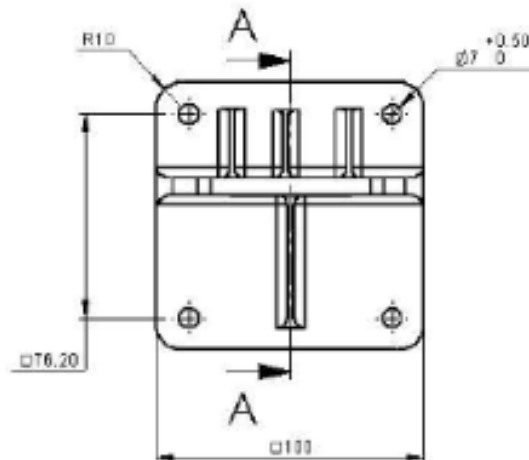

Рисунок 1: Наклонная крепежная база - вид сзади
- а) Поместите наклонное крепление (рис. 1) в указанное местоположение и закрепите его четырьмя винтами через четыре отверстия диаметром 0,28 дюйма (7 мм). В наклонном креплении находятся четыре невыпадающих винта с пружинными шайбами. На следующем рисунке показано расположение четырех отверстий для винтов и шайб.